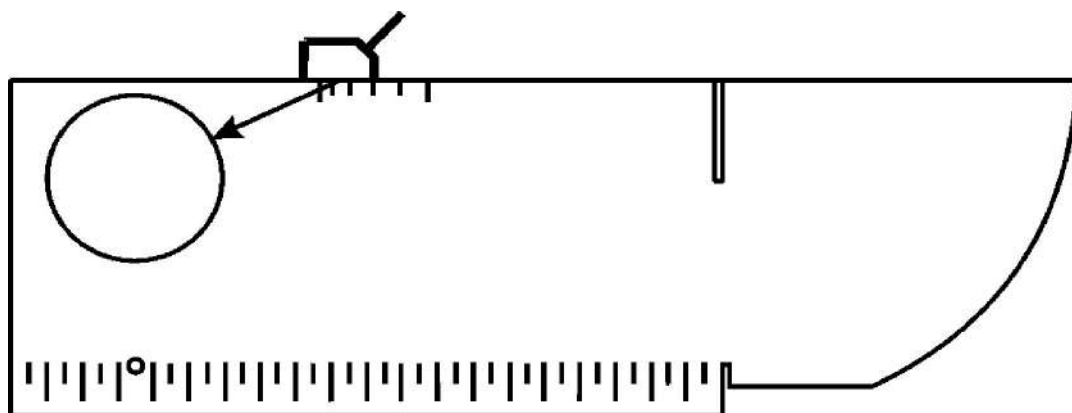

Fig. 2-11 Block de calibracion angulo
(1) El bloque de calibración es como se muestra en la Fig. 2-11 Ref Dep 30mm Refl Ape 50mm.
- 3) Coloque el transductor en el bloque de prueba, como se muestra en la Fig. 2-11. El equipo obtiene el eco de hueco, como se muestra en la figura 2-12.